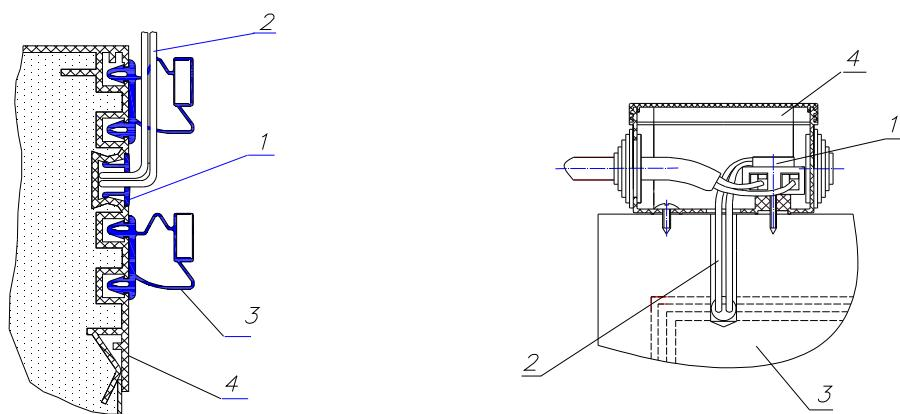
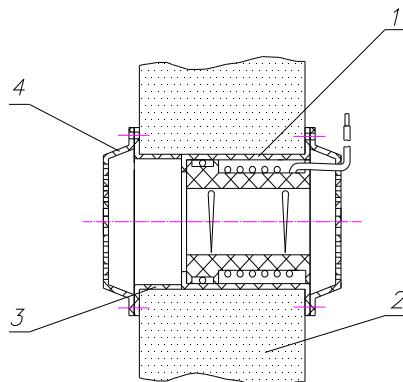

Рис. 2 Установка ПЭН двери
Рис. 4. Установка клапана выравнивания давления
5.2.14. При сборке из комплекта панелей низкотемпературной камеры установить ПЭН двери (рис. 2 и 3) и клапан выравнивания давления (рис. 4), которые поставляются по дополнительному заказу.
– снять профиль крышки поз. 1 (рис. 2), уложить ПЭН поз. 2 в паз профиля двери поз. 4, вывести провода через отверстия, выполненные по месту в профиле крышке поз. 1 и уплотнителе поз. 3, и подсоединить к клеммнику в коробке распределительной поз. 4 (рис. 3).